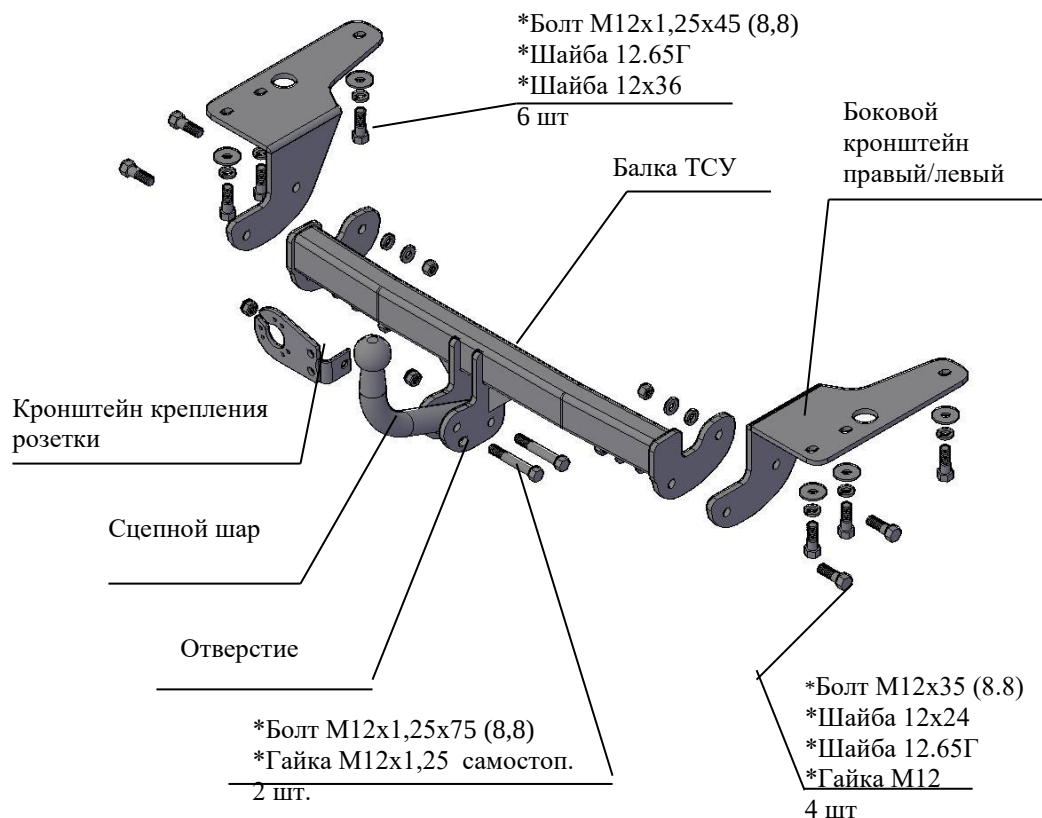

Рис.1 Тягово-сцепное устройство 7840.
2.1 ТСУ 7840 в сборе (рис.1)	1 шт.
2.2 Пакет с комплектующими (см. рис.1)	1 шт.
4.3 Закрепить боковые кронштейны ТСУ правый и левый соответственно рис.1, (и при необходимости буксировочную проушину) к нижним полкам